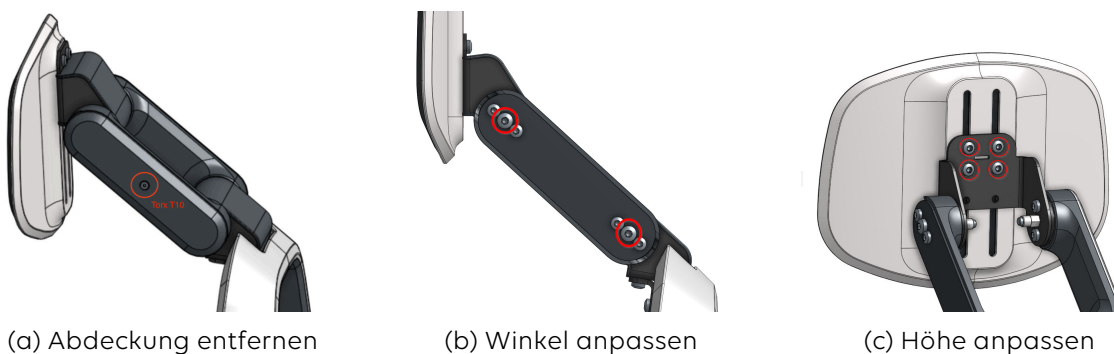

Abbildung 23. Einstellung der Screw Lock Kopfstütze
2. Löse alle 4 Schrauben der Rastscheiben (grössere Schraube in der Mitte) (beidseitig) ([Abbildung 23, „Einstellung der Screw Lock Kopfstütze“ \[32\]](#)). Entferne die Schrauben aber nicht komplett.
2. Löse alle 4 Schrauben ([Abbildung 23, „Einstellung der Screw Lock Kopfstütze“ \[32\]](#)). Entferne die Schrauben aber nicht komplett.